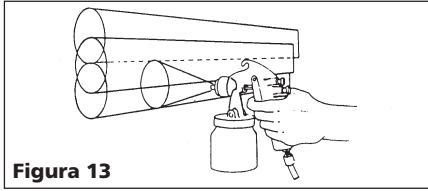

Figura 13
4. Los empates entre cada mano deben ser suficientes para obtener un acabado parejo al final (Vea la Figura 13).